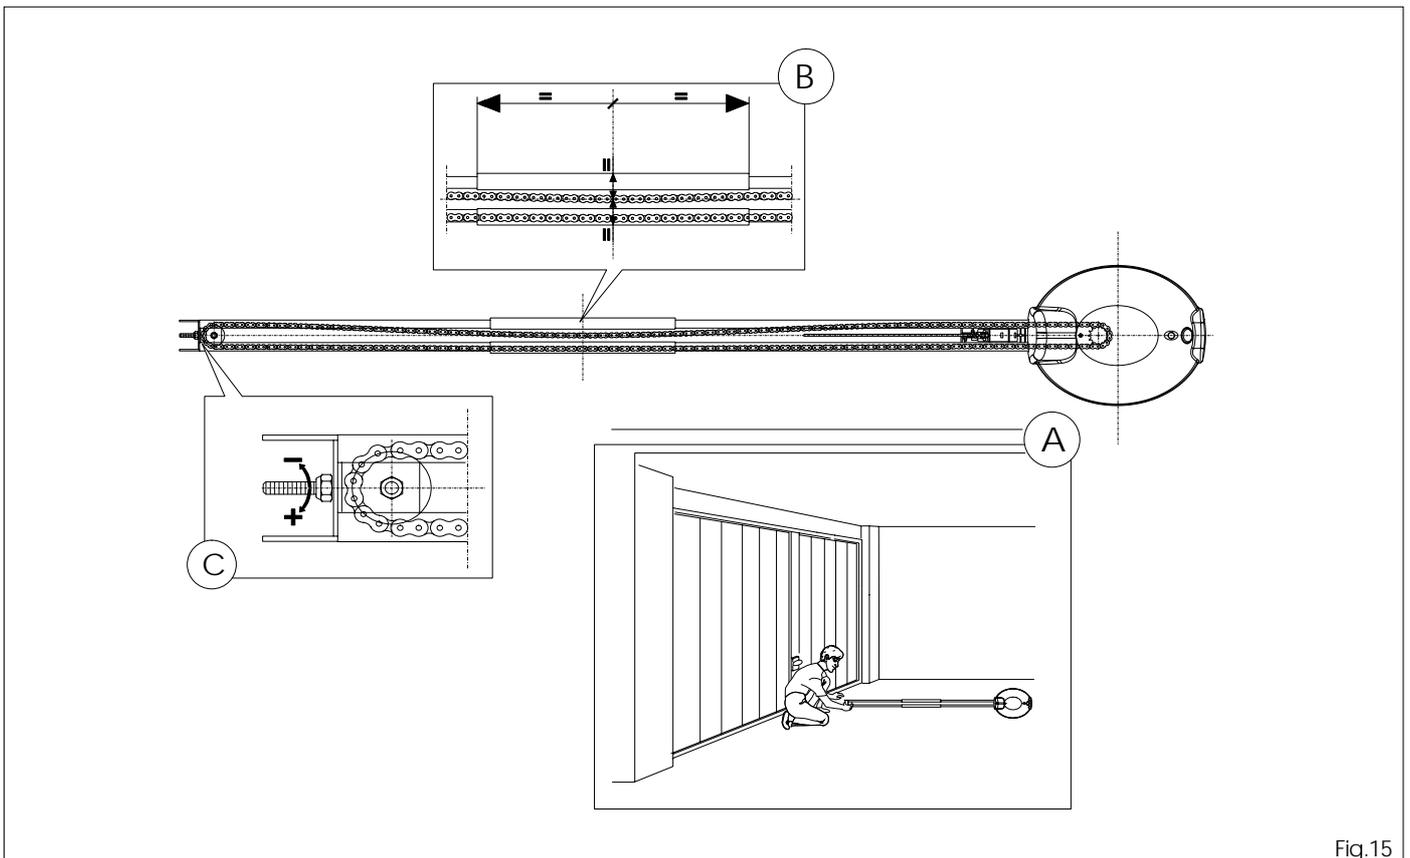

Fig.15
5.11 Coloquen el operador en el suelo, en posición vertical respecto al pavimento (fig.15 ref.A).
5.12 Comprueben el tensado de la cadena asegurándose de que las dos distancias cadena inferior-cadena superior y cadena superior-junta riel superior sean iguales, tal y como se indica en la fig.15 ref.C.
5.13 Regulen, si fuera necesario, la tensión de la cadena mediante la correspondiente tuerca, como se indica en la fig.15 ref.C.